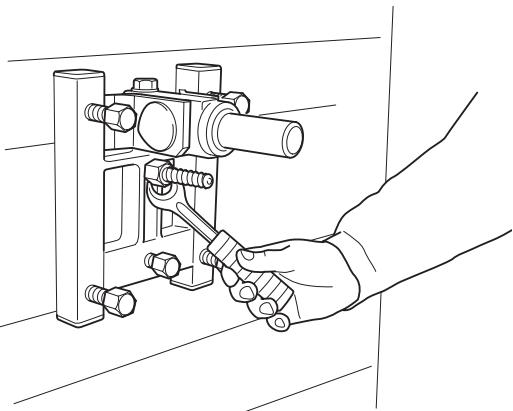

Fig. 11
1. Praticare un foro (15 mm) nella parete e inserire il bullone a espansione. Avvitare la piattaforma GB 50 AT con la chiave da 24 mm (fig. 11).
1. Ein Loch (15 mm) in die Wand bohren und die Spreizzsraube einschrauben. Sohlenplatte GB 50 AT mit dem 24-mm-Schraubenschlüssel festschrauben (Abb. 11).
1. Percer un trou (15 mm) dans le mur et enfoncez le boulon d'expansion. Visser le piétement GB 50 AT à l'aide d'une clé de 24 mm (Fig. 11).
1. Boor een gat (15 mm) in de wand en sla de rekbout daar in. Schroef de bodemplaat GB 50 AT vast, gebruik een 24 mm sleutel (Fig. 11).